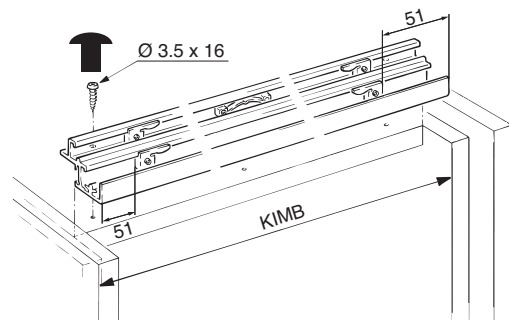

図 3-4-1
- (4) それぞれの固定位置は、図3-4-1を見てください。
- (3) 印をつけた場所に、径 2 mm の下穴を開けてください。
- (4) 上レール (16・17) を天板の上に置き、ねじで固定してください。
- (5) ストッパー (5・6・7) の位置は、図 3-4-1 によってください。